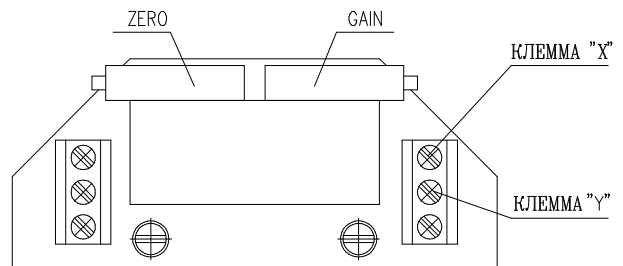

Рис. 7
**EPV - 3-проводниковое включение (рис.7)**
- Установте омический датчик на основании инструкций в предыдущей главе так, что омическую величину измеряйте на клеммах X-Y (рис.7). (употреблен датчик с омической величиной 2000Ω или 100Ω)
- Поворачиванием устанавливающего триммера ZERO (рис.7) установите величину выходного сигнала тока, измеряемого на клеммах 81-82, на величину 0 мА или 4 мА.
- Поворачиванием устанавливающего триммера GAIN (рис.7) установите величину выходного сигнала тока, измеряемого на клеммах 81-82, на величину 20 мА или 5 мА.
- Установте омический датчик на основании инструкций в предыдущей главе так, что омическую величину измеряйте на клеммах X-Y (рис.7).
- Поворачиванием устанавливающего триммера ZERO (рис.7) установите величину выходного сигнала тока, измеряемого на клеммах 81-82, на величину 4 мА.
- Поворачиванием устанавливающего триммера GAIN (рис.7) установите величину выходного сигнала тока, измеряемого на клеммах 81-82, на величину 20 мА.